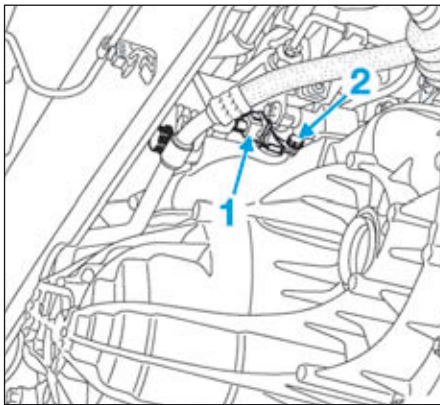

FIG.59
- Débrancher le connecteur (1) (Fig.59) du capteur de vitesse de l'arbre primaire.
- Déposer la vis (2) du capteur de vitesse.